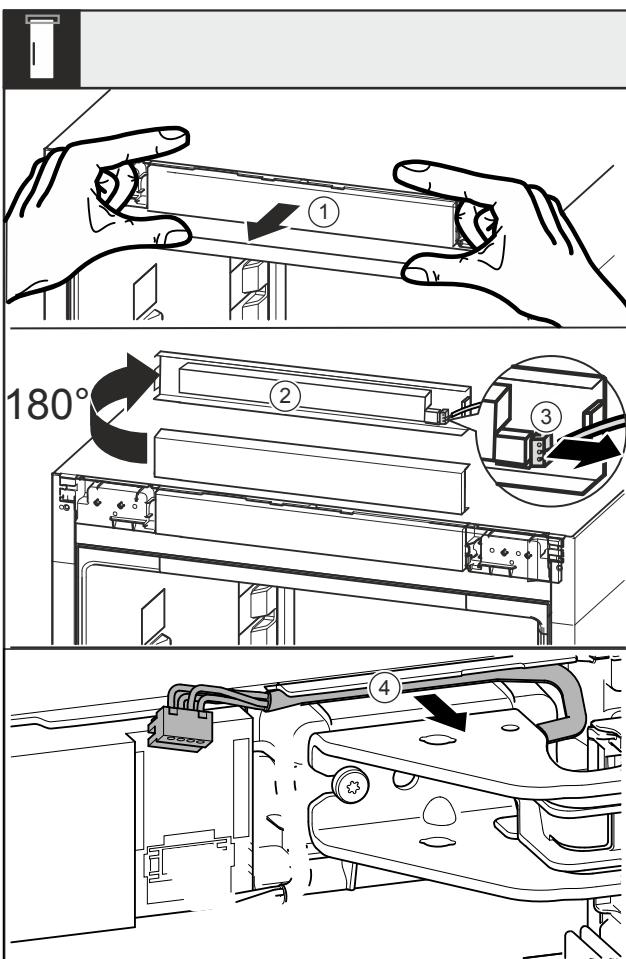

Fig. 17
- ▶ 小心地向前松开隔板 Fig. 17 (1)。
- ▶ 将隔板 Fig. 17 (2)向上旋转 180°。
- ▶ 向后按住插头上的止动凸缘 Fig. 17 (3)，并小心地拉出插头。
- ▶ 将托架上方电缆 Fig. 17 (4)从导向装置上松开。